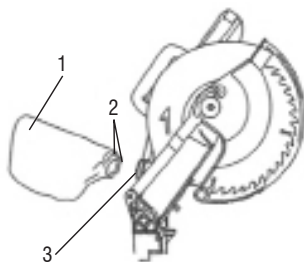

Fig. 7 - Instalación del colector de polvo
- 1 - Abra el bocal del colector de polvo (2), Fig. 7;
- 2 - Posicione el colector de polvo en la salida de la máquina (3);